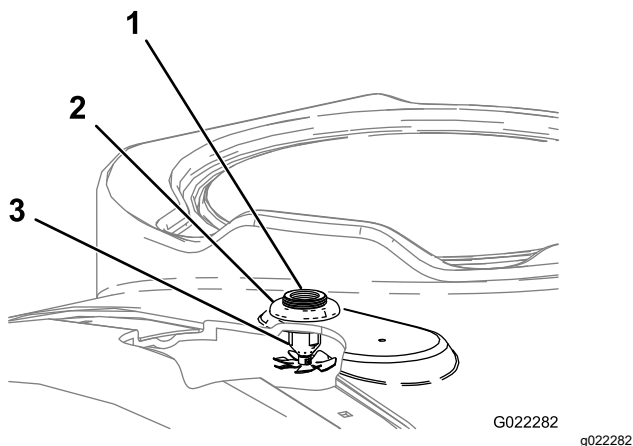

Figura 5
2. Instale las boquillas desde abajo a través de los taladros que perforó (Figura 5).
3. Instale la tuerca de plástico con arandela prensada sobre la rosca expuesta del conector estanco situado encima del depósito (Figura 5). Asegúrese de que la junta queda bien asentada entre el conector estanco y la parte inferior del depósito.